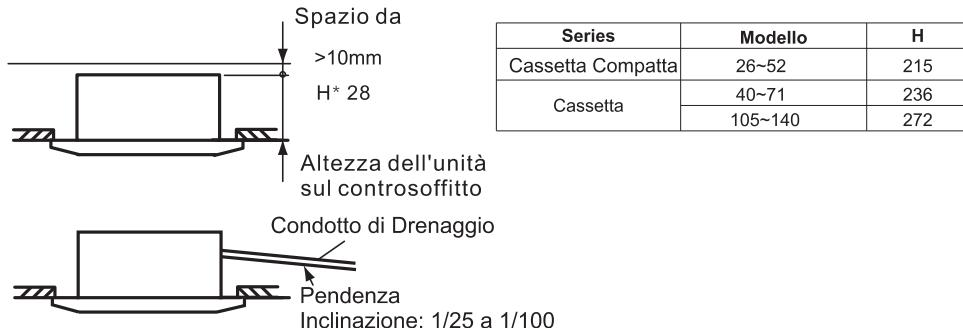

Fig. 3.2 Installation Location of Indoor Unit
- Selezionare la posizione d'installazione come segue (Fig 3.2) :
- (A) Spazio minimo
- (B) Pendenza in discesa della tubatura di drenaggio: 1/25~1/100